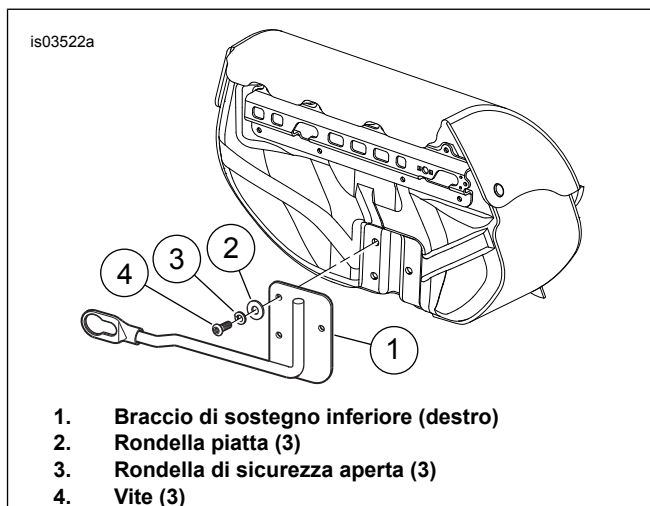

Figura 2. Installazione del braccio di sostegno inferiore
1. Vedere Figura 2. Applicare Loctite 243 (blu) alle filettature della vite (4).
2. Installare in modo lasco il braccio di sostegno inferiore (1) su entrambe le borse portapacchi utilizzando tre rondelle piatte (2), rondelle di sicurezza aperte (3) e viti (4). Il braccio di sostegno inferiore si inserisce nella scanalatura sulla parte posteriore della borsa portapacchi. La bulloneria fissa il braccio dalla parte interna della borsa portapacchi.